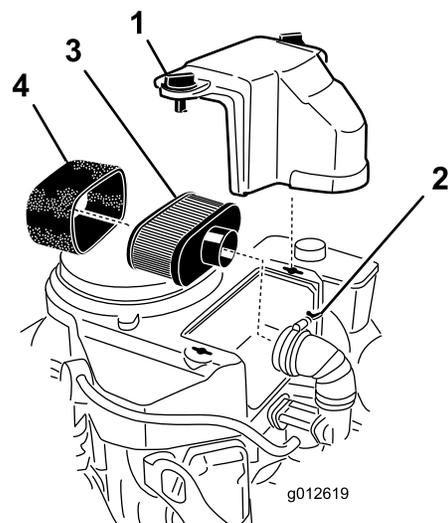

図 42
3. エアクリーナを外したときエンジン内部に異物が入らないよう、周辺をきれいに拭く（図 42）。
4. エア・クリーナのカバーのノブのねじをゆるめてカバーを外す（図 42）。
5. エア・クリーナのホース・クランプをゆるめてエア・クリーナ・アセンブリを外す（図 42）。
6. ペーパー・エレメントからスポンジ・エレメントを注意深く取り外す（図 42）。
1. ペーパー・エレメントを軽くたたいて、たまっているほこりを落とす。汚れがひどい場合には、新しいペーパー・エレメントに交換する (図 42)。
1. ペーパー・エレメントにスポンジ・エレメントを注意深く取り付ける (図 42)。
2. エア・クリーナのベース、またはホース、にエア・クリーナ・アセンブリを取り付けて固定する (図 42)。
3. エア・クリーナのカバーを取り付け、ノブを締め付けて固定する (図 42)。